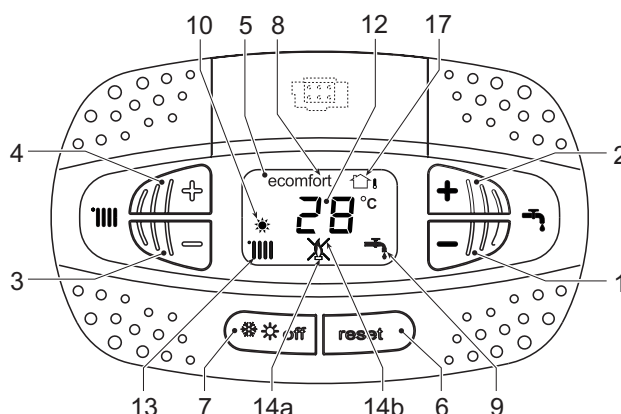

fig. 177 - Pannello di controllo
#### Legenda pannello fig. 177
Il display (part. 12 - fig. 177) visualizza l'attuale temperatura della mandata riscaldamento e durante il tempo di attesa riscaldamento la scritta "d2".
Il display (part. 12 - fig. 177) visualizza l'attuale temperatura d'uscita dell'acqua calda sanitaria e durante il tempo di attesa sanitario la scritta "d1".
In caso di anomalia (vedi "11.2 Anomalie caldaia") il display visualizza il codice di guasto (part. 12 - fig. 177) e durante i tempi di attesa di sicurezza le scritte "d3" e "d4".
Per spegnere la caldaia, premere ripetutamente il tasto inverno/estate/off (part. 7 - fig. 177) fino a visualizzare i trattini sul display.
Quando la caldaia viene spenta, la scheda elettronica è ancora alimentata elettricamente. È disabilitato il funzionamento sanitario e riscaldamento. Rimane attivo il sistema antigelo. Per riaccendere la caldaia, premere nuovamente il tasto inverno/estate/off (part. 7 - fig. 177).
Premere il tasto inverno/Estate/off (part. 7 - fig. 177) fino a visualizzare il simbolo Estate (part. 10 - fig. 177): la caldaia erogherà solo acqua sanitaria. Rimane attivo il sistema antigelo.
Per riattivare la modalità Inverno, premere 2 volte il tasto inverno/Estate/off (part. 7 - fig. 177).
Agire sui tasti riscaldamento (part. 3 e 4 - fig. 177) per variare la temperatura da un minimo di 20°C ad un massimo di 80°C.
Agire sui tasti sanitario (part. 1 e 2 - fig. 177) per variare la temperatura da un minimo di 40°C ad un massimo di 55°C.
Il riscaldamento/mantenimento in temperatura del bollitore può essere escluso dall'utente. In caso di esclusione, non vi sarà erogazione di acqua calda sanitaria. Il dispositivo può essere disattivato dall'utente (modalità ECO) premendo, il tasto inverno/estate/off (part. 7 - fig. 177) per 5 secondi. In modalità ECO il display attiva il simbolo ECO (part. 12 - fig. 177). Per attivare la modalità COMFORT premere nuovamente il tasto inverno/estate/off (part. 7 - fig. 177) per 5 secondi.
- Portare la caldaia in modo stand-by e premere il tasto Reset (part. 6 - fig. 177) per 10 secondi.
- Il display visualizza 100 ed il testo "co" lampeggiante; premere il tasto "Riscaldamento +" (part. 4 - fig. 177) fino ad impostare e visualizzare 120.
- Dopodiché premere il tasto "Sanitario +" (part. 2 - fig. 177) fino ad impostare 123.
- Premere 1 volta il tasto Reset (part. 6 - fig. 177).
- Il display visualizza tS lampeggiante; premere 1 volta il tasto "Riscaldamento +" (part. 4 - fig. 177).
- Il display visualizza Sc lampeggiante; premere 1 volta il tasto Reset (part. 6 - fig. 177).
- premere il tasto "Riscaldamento +" (part. 4 - fig. 177).
- Premere il tasto Reset (part. 6 - fig. 177) per 10 secondi; la caldaia torna in standby.